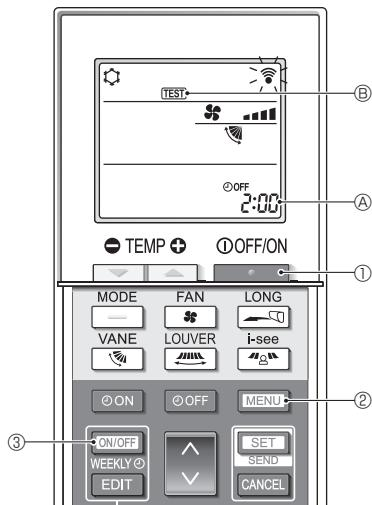

Fig. 7-5
■ Prueba de funcionamiento (Fig. 7-5)
- Pulse el botón ① para detener el acondicionador de aire.
- Si el temporizador semanal está activado (se muestra **WEEKLY**), pulse el botón **[ON/OFF WEEKLY]** ③ para desactivarlo (no se muestra **WEEKLY**).
- Pulse el botón ② durante 5 segundos.
- Pulse el botón ②.
- Se muestra **TEST** ④ y la unidad entra en el modo de prueba de funcionamiento.